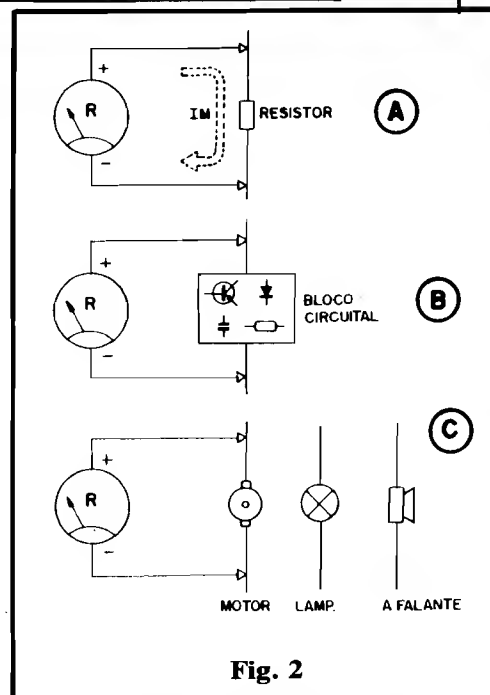

Fig. 2
- **FIG. 2** - MEDINDO RESISTÊNCIAS - Usamos o OHMÍMETRO para verificar o valor ôhmico tanto de um simples componente (não obrigatoriamente de um RESISTOR...) quanto de um inteiro bloco circuital, e mesmo de diversos outros aparelhos, dispositivos ou peças (não forçosamente da categoria de "componentes eletrônicos"...). Não esquecendo **nunca** que os terminais de um OHMÍMETRO **fornecem energia**, e que assim a sua utilização determina o surgimento de uma **Corrente de Medição** (IM), advertimos desde já que o COMPONENTE, BLOCO CIRCUITAL, PEÇA, APARELHO, etc., a ser avaliado com o instrumento **DEVE ESTAR DESLIGADO OU DESENERGIZADO**! Sob ne-